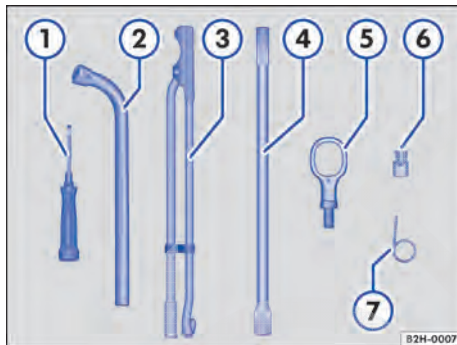
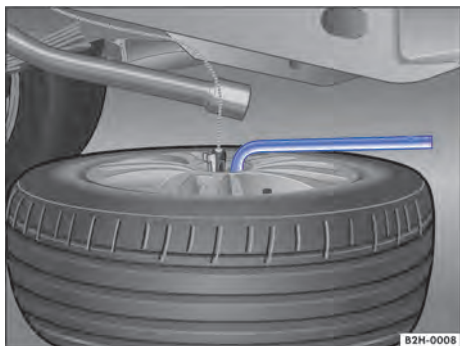

Fig. 147 Componentes das ferramentas de bordo.
Fig. 152 Desaparafusar o parafuso de segurança com a chave de roda.
Componentes das ferramentas de bordo ⇒ Fig. 147
- Alavancar para fora a capa de cobertura com o lado plano da chave de fenda ⇒ Fig. 147 ① na direção da seta ⇒ Fig. 150.
- Desparafusar o parafuso de segurança com a chave de roda \Rightarrow Fig. 147  no sentido anti-horário do suporte do aro \Rightarrow Fig. 152.